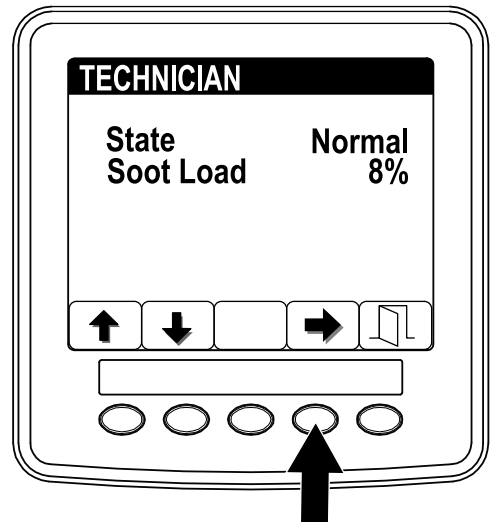

Figura 37
- Servitevi della tabella dell'operatività FAP per comprendere lo stato corrente dell'operatività del FAP (DPF) (Figura 37).